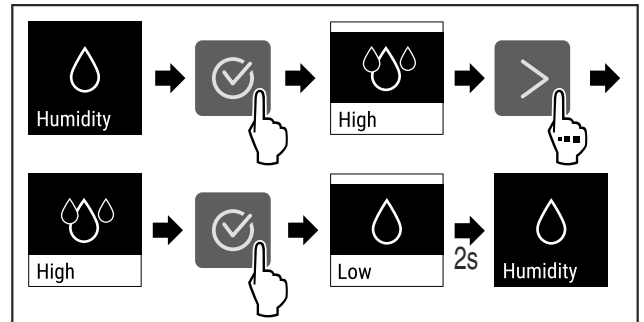

Fig. 76
- ▶ Obavite korake postupka (pogledajte Fig. 76).